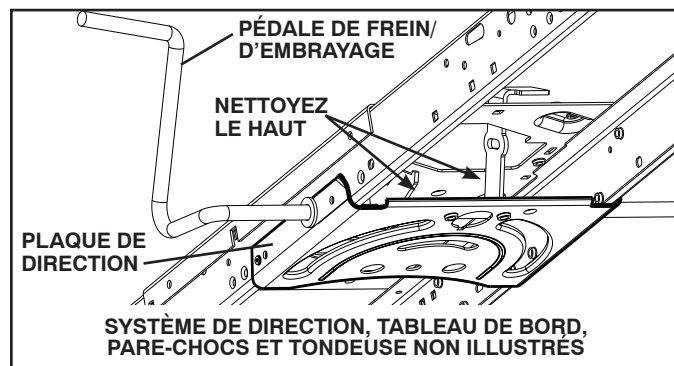

Fig. 27
- Nettoyez toute trace de débris sur la plaque de direction. Les débris peuvent empêcher le mouvement de l'arbre de la pédale de frein/d'embrayage, provoquant le glissement de la courroie avec perte d'entraînement. Voir Fig. 27.